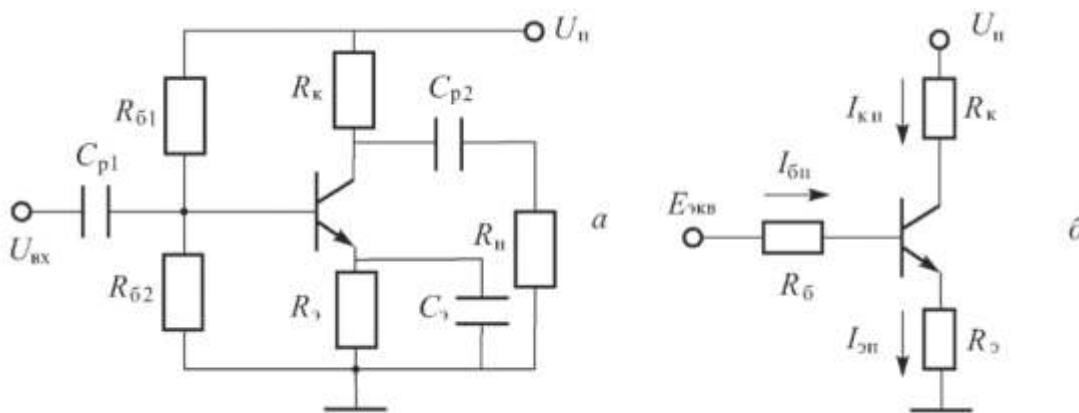

Рисунок 1 – Эквивалентная схема резисторного усилителя
1. Определить точку покоя резисторного усилителя (рисунок 1) на транзисторе КТ 3176 А9, если:  $U_n = 10$  В,  $R_k = 19,5$  Ом,  $R_3 = 0,5$  Ом,  $R_{\delta 1} = 385$  Ом,  $R_{\delta 2} = 40$  Ом,  $h_{21э} = 180$ . Характеристики транзистора приведены на рис. П.3. Определить дифференциальный параметр  $h_{11э}$  в точке покоя.
2. Определить точку покоя резисторного усилителя (рисунок 1) на транзисторе 2Т 860 А, если:  $U_n = 16$  В,  $R_k = 9$  Ом,  $R_3 = 1$  Ом,  $R_{\delta 1} = 650$  Ом,  $R_{\delta 2} = 100$  Ом,  $h_{21э} =$
3. Определить точку покоя резисторного усилителя (рисунок 1) на транзисторе 2Т 860 А, если:  $U_n = 24$  В,  $R_k = 19$  Ом,  $R_3 = 1$  Ом,  $R_{\beta 1} = 900$  Ом,  $R_{\beta 2} = 100$  Ом,  $h_{21\vartheta} =$